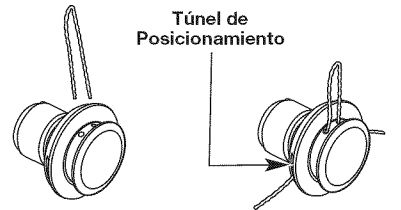

Fig. 22
4. Inserte ambos extremos de su línea a través de los agujeros adecuados en el lado de la cabeza de corte (Fig. 22).